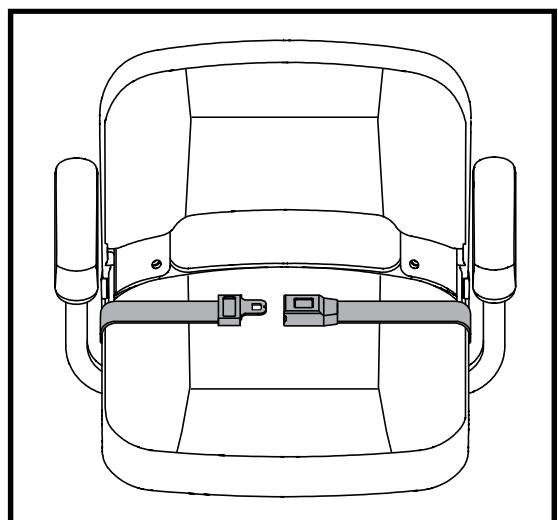

Abb. 16. Rückhaltegurt
1. Schloßzunge in das Schloßteil stecken, bis der Schnellverschluß hörbar einrastet. Siehe Abb. 16.